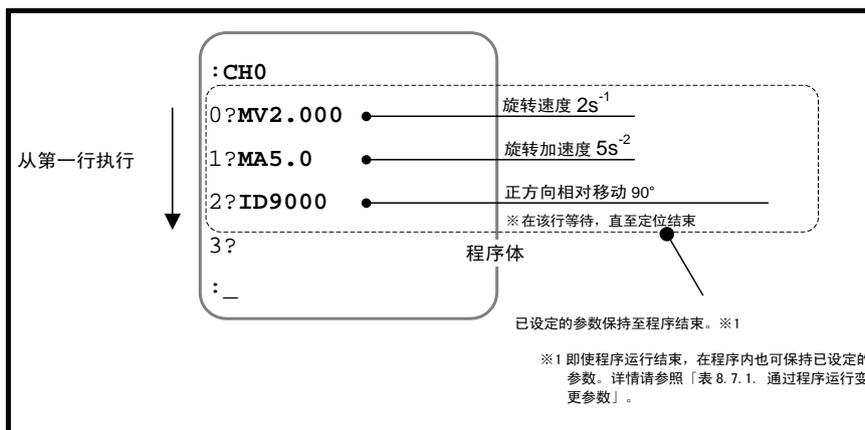

图 6-5：程序内容
- 程序的内容非常简单。基本上是由参数设定与定位命令构成，从开头执行。在「图 6-5：程序内容」中显示程序的示例。